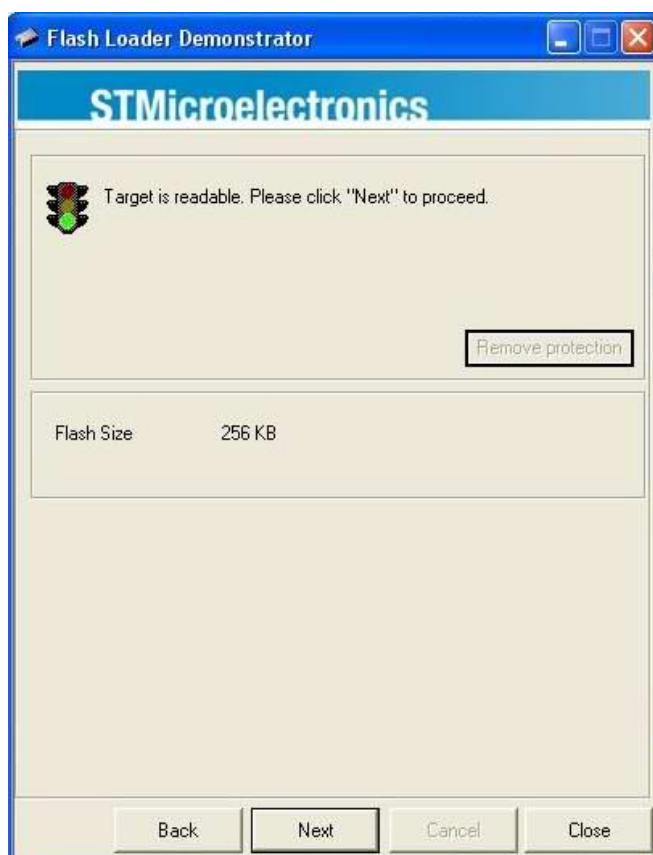

Рисунок 5.12 – Окно программы Flash Loader Demo
4. После подтверждения закрытия «УниКона» светодиод «Работа» МДО-1 должен погаснуть. Вернуться в программу «Flash Loader Demo» и нажать кнопку «Next» (рисунок 5.9). Программа обнаружит устройство с размером памяти 256 кВ (рисунок 5.12).